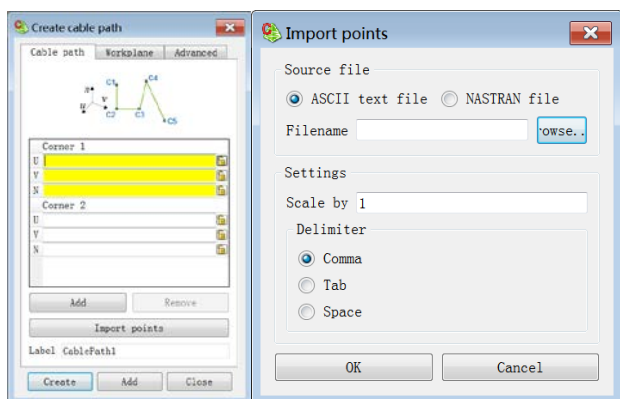
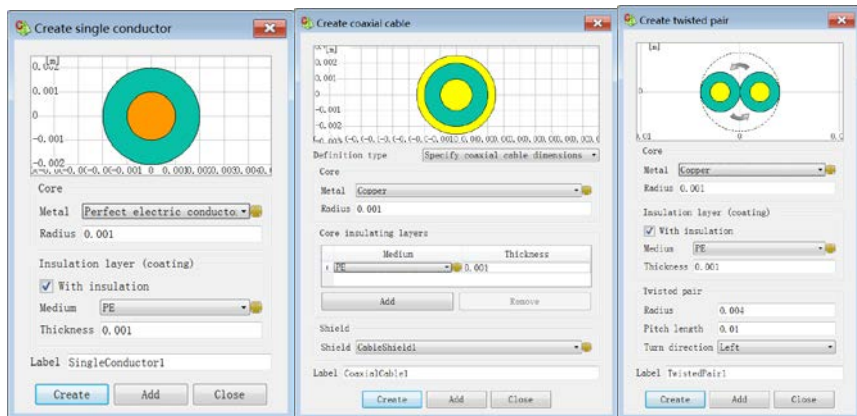
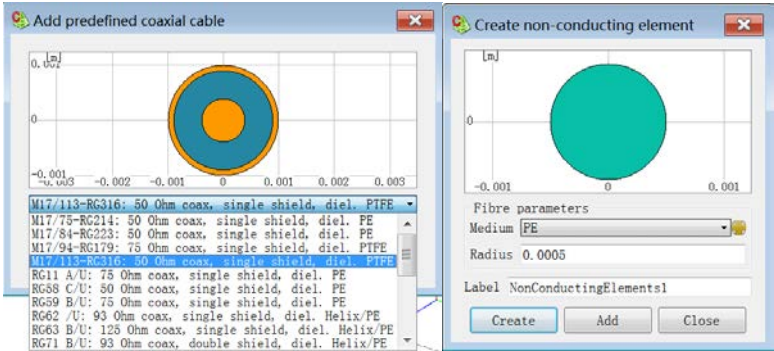

图 8-3 线缆路径定义
图 8-4 单线、同轴线、双绞线定义界面
图 8-6 同轴线缆库图与定义光纤线缆
- (1) 线缆路径可自由定义（见图 8-3）：定义可导入\*.csv 表格式数据，路径也可从 nastran 数据导入。支持单线、双绞线、排线、同轴线和任意复杂线缆束等类型（见图 8-4～图 8-6）；可将 MTL 算法与 MoM 及 MLFMM 算法混合求解。